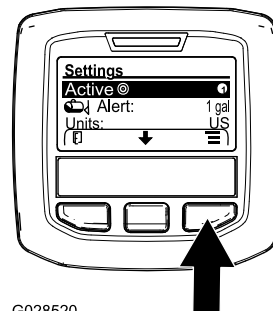

Figura 68
- Carregue no botão de seleção central para realçar a definição da taxa de aplicação ativa (Figura 68).
- Carregue no botão de seleção direito para alternar entre a taxa de aplicação 1 e 2 (Figura 68).